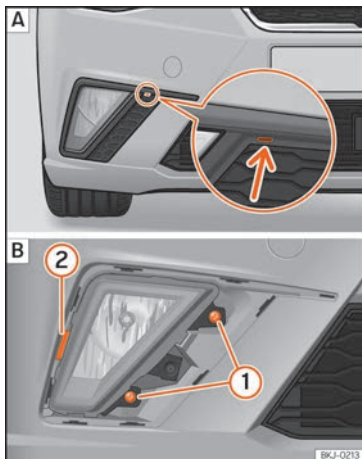

Fig. 107 Faro fendinebbia.
1. Servendosi di un cacciavite, fare leva sulla tacca »» fig. 107 A (freccia). In seguito staccare le clip situate nel perimetro della griglia facendo leva leggermente.
2. Rimuovere le due viti ① B e fare leva sulla clip ② per estrarre il faro fendinebbia.